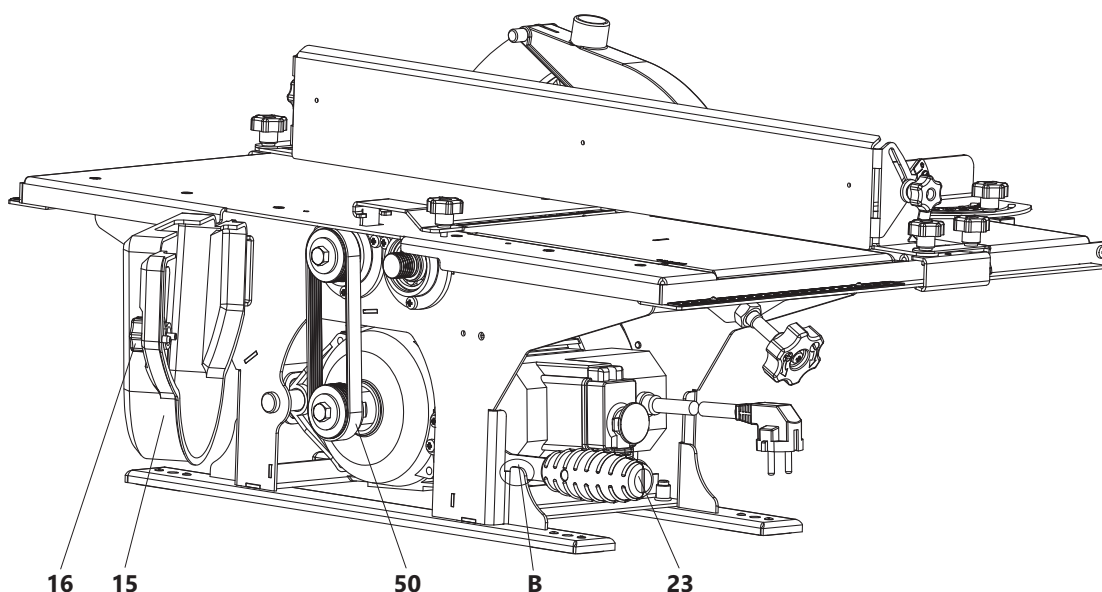

Рисунок 11. Установка приводного ремня
- выкрутить винт-барашек 16 и отвернуть в сторону кожух защиты ремня 15 (рис. 11);